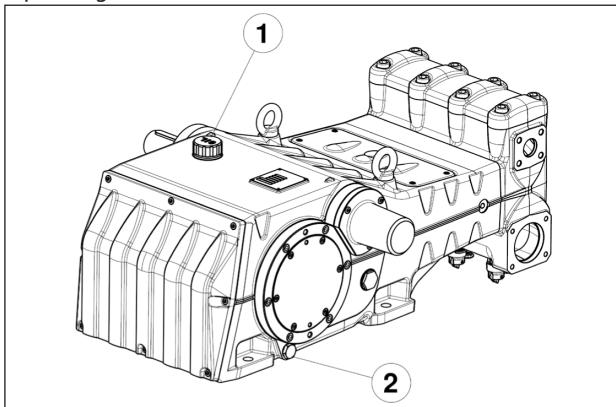

Fig. 1
Pour vidanger l'huile, retirer d'abord le bouchon de remplissage d'huile rep. ①, Fig. 1, puis le bouchon de vidange rep. ②, Fig. 1.